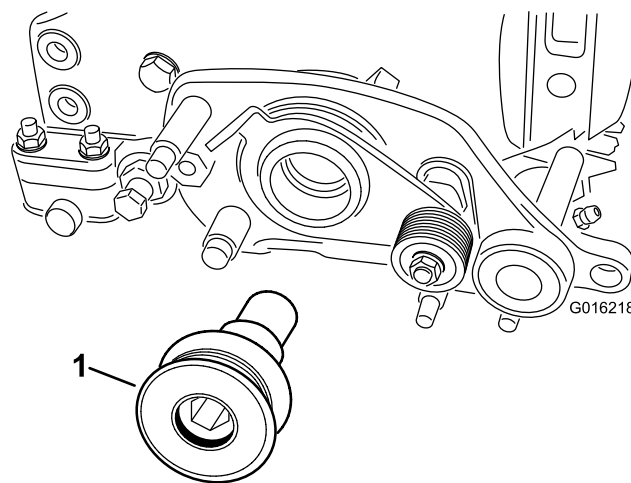

Figure 8
19. Fixez la poulie d'entraînement du groomer à l'arbre du cylindre (Figure 8) et serrez-la à 170 Nm.